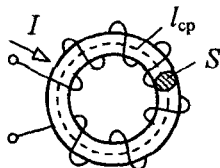

Рис. 1.3
**Задача 1.3.** На кольцевой сердечник помещена обмотка с числом витков  $w = 100$ . Сечение сердечника  $S = 5 \text{ см}^2$ , длина средней линии  $l_{\text{ср}} = 25 \text{ см}$  (рис. 1.3).
**Задача 1.4.** Катушка с кольцевым сердечником (тороид) имеет обмотку с числом витков  $w = 300$ , сечение сердечника  $S = 16 \cdot 10^{-4} \text{ м}^2$ . Длина средней линии  $l_{\text{ср}} = 0,48 \text{ м}$ , ток в обмотке  $I = 1 \text{ А}$  (рис. 1.3).